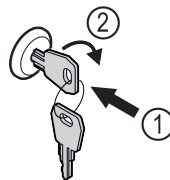

Fig. 240
- Sleutel erin duwen. Fig. 240 (1)
- Sleutel 90° rechtsom draaien. Fig. 240 (2)